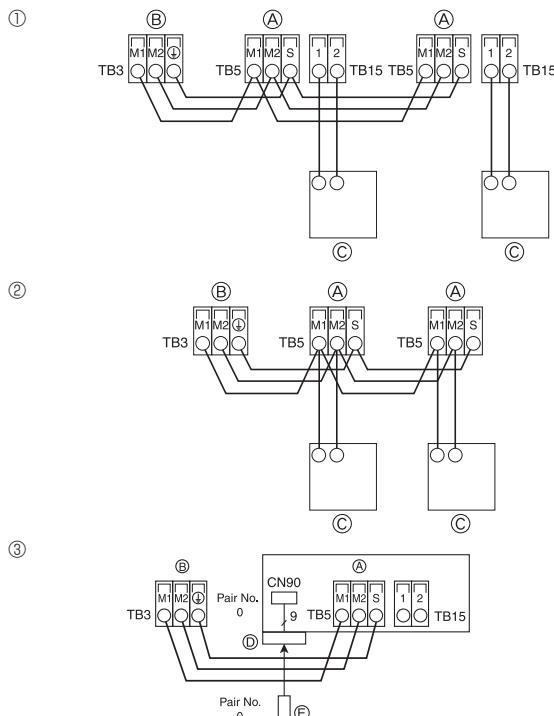
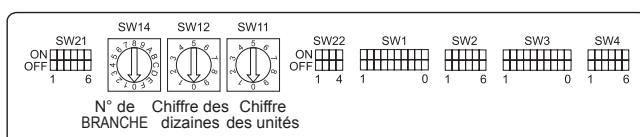

Fig. 4-8
Fig. 4-9
4.4. Raccordement des câbles de télécommande et des câbles de transmission intérieur et extérieur (Fig. 4-8)
① Télécommande MA
- ② Télécommande M-NET
- ③ Télécommande sans fil (en cas d'installation d'un récepteur de signal sans fil)
4.5. Définition des adresses (Fig. 4-9)